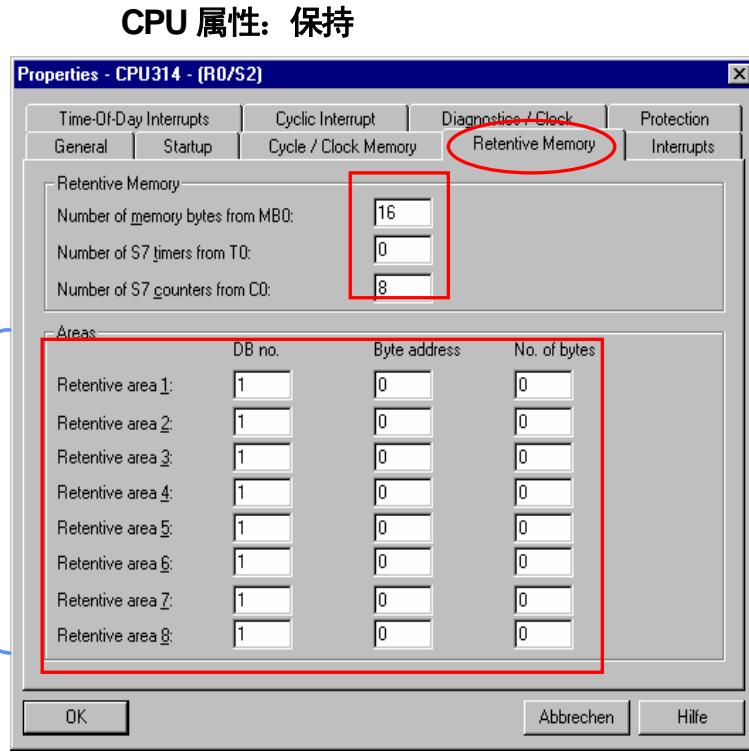

图 9-2
“保持存储器”(Retentive Memory)标签页用来指定需要保持的位存储器(M)、定时器(T)、计数器(C)和数据块 (DB) 区域。(如图 9-2)